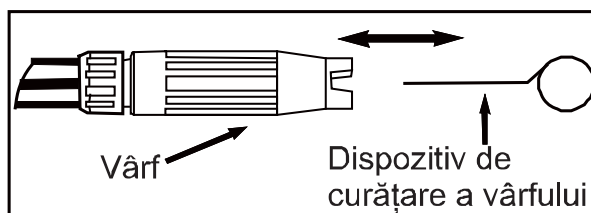

Figura 5-Introduceți dispozitivul de curățare a vârfului în orificiul duzei și deplasați-l înainte și înapoi până se dislocă resturile.
- Utilizând dispozitivul de curățare a vârfului, sau o clamă de birou desfăcută, introduceți sârma în orificiul duzei și deplasați-o înainte și înapoi până se dislocă resturile. (vezi Figura 5)